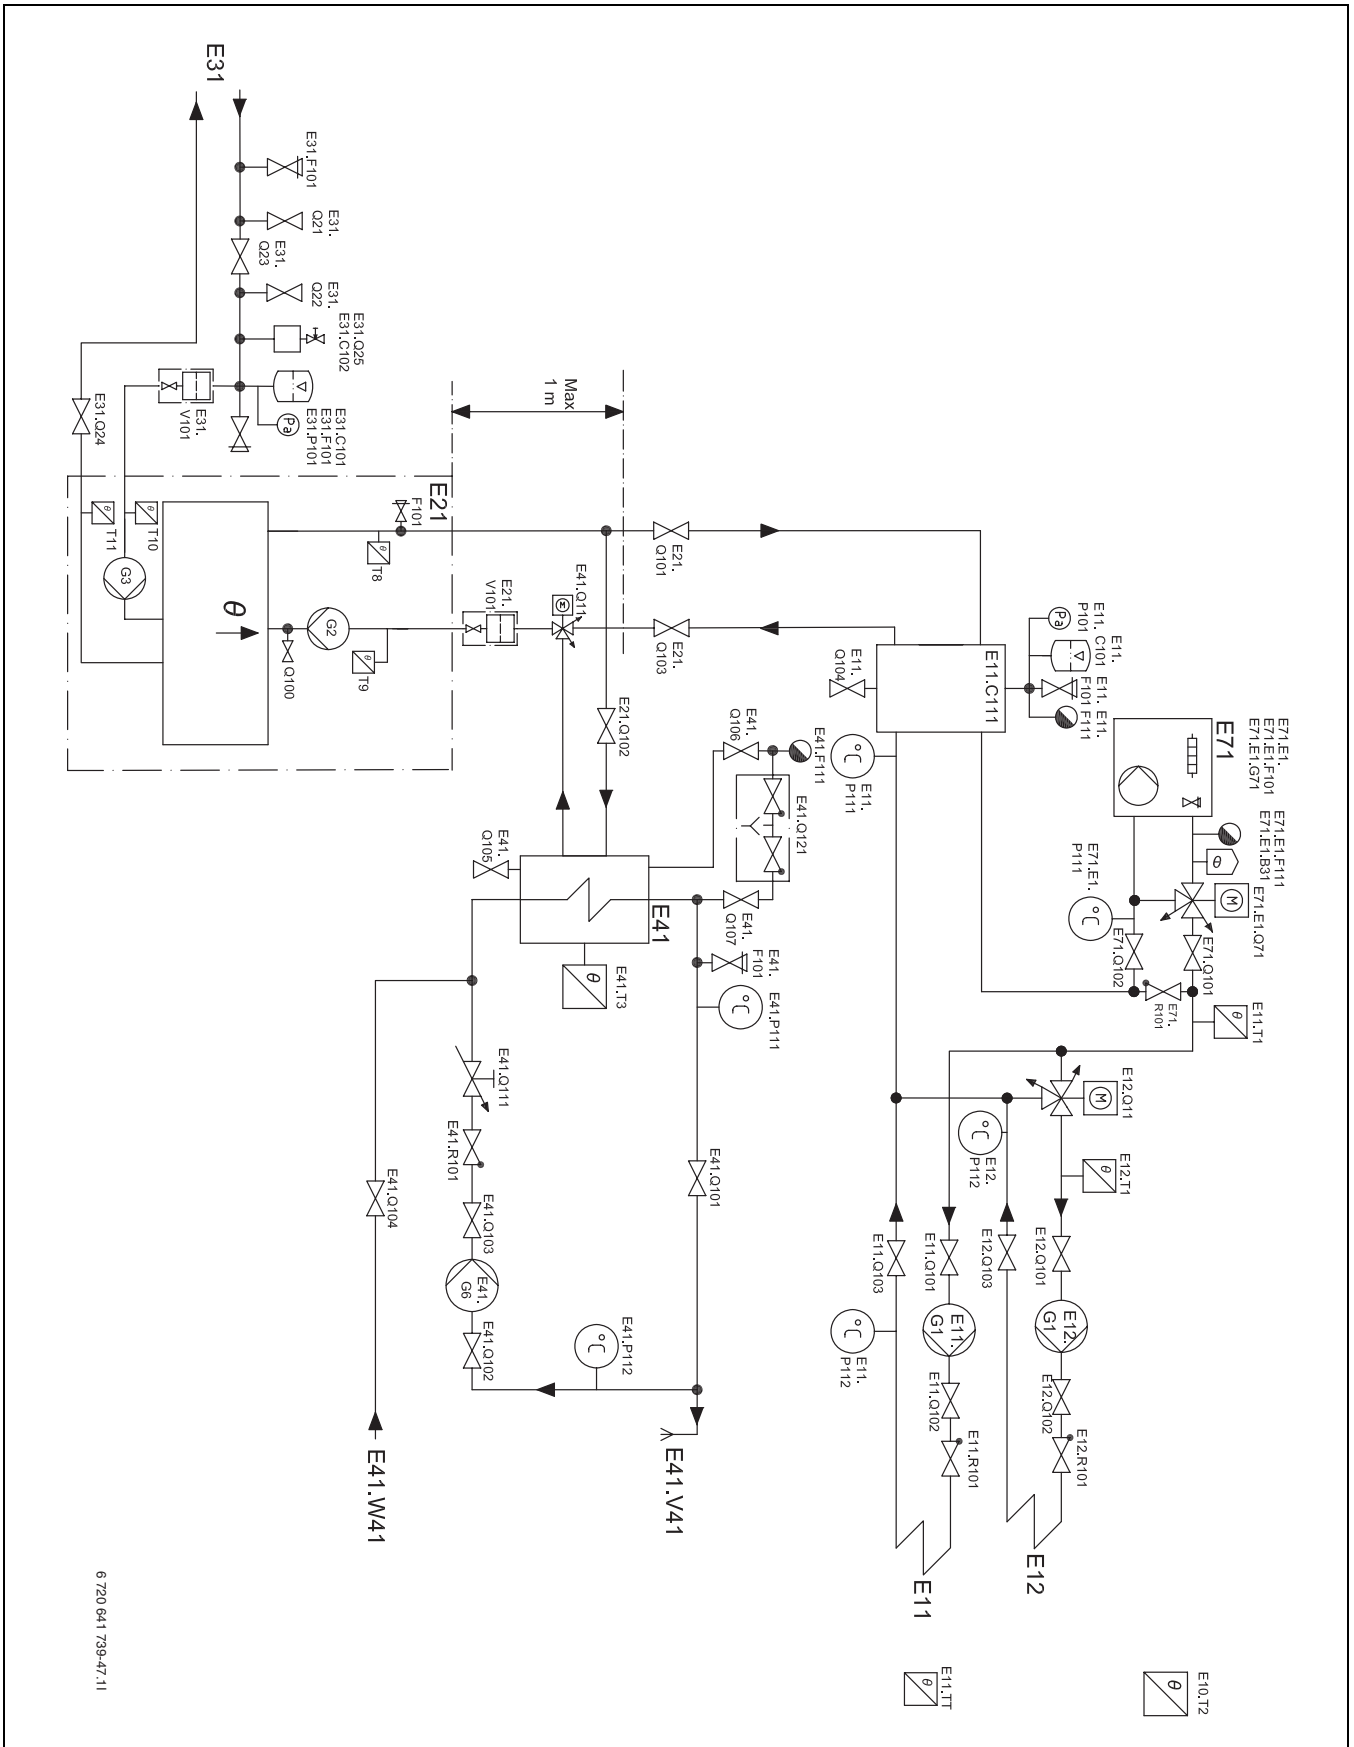

Bild 11 Värmebrett, shuntat tillskott och arbetstank (→ Kapitel 8.3.1)
8.3.1 System med shuntat tillskott (→ Bild 11)